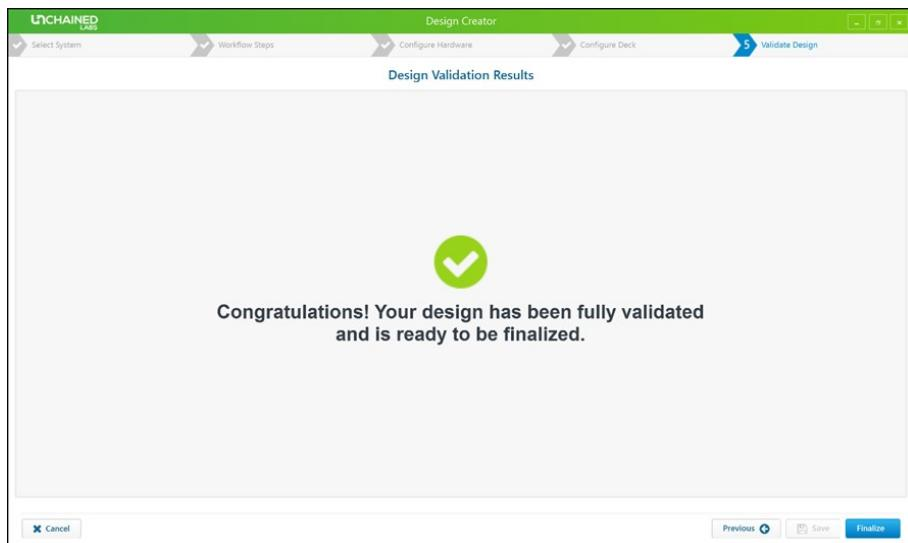

图 6-2-20
e) **设计验证（Validate Design）：**若软件“Validate Design”步骤验证无误会出现如下界面（图 6-2-20），点击“Finalize”即完成设计并进入下一步。若此步骤发现问题可点击“Previous”返回修改。